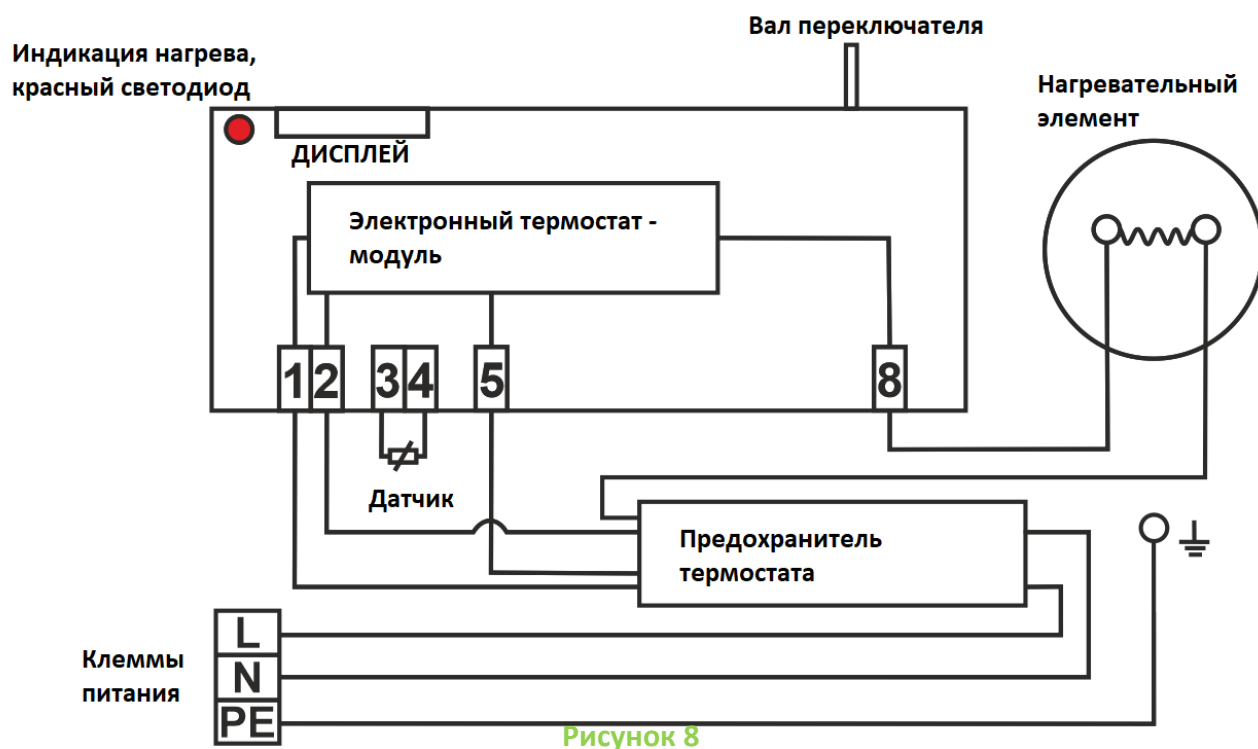

Рисунок 8
Подключение, выполненное на заводе, запрещено менять! (Рисунок 8). Степень защиты электрических компонентов водонагревателя - IP 44. Потребляемая мощность электрического нагревательного элемента 2000 Вт (OKNE ONE/E 50-120), 1100 Вт (OKNE ONE/E 30).
- Схема эл. подключения прилагается к водонагревателю на крышке электропроводки (Рисунок 8).